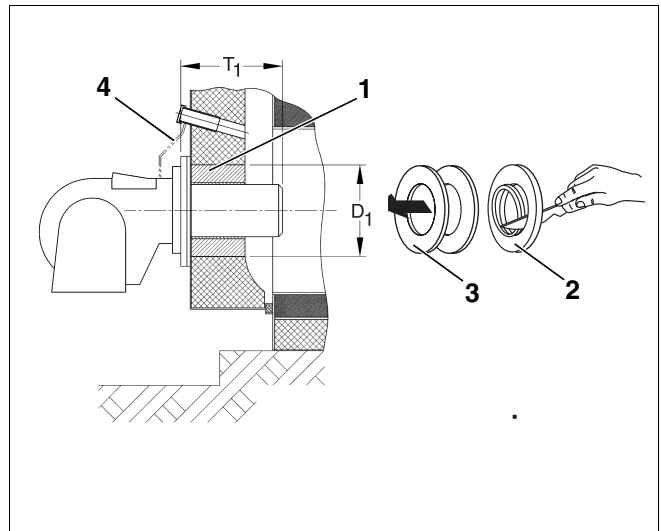

Fig. 3 Montagem do queimador
- A profundidade mínima do tubo do queimador T_1 indicada na tabela deve ser mantida (fig. 3).
- Corte os anéis isolantes fornecidos de acordo com o diâmetro do tubo do queimador (fig. 3, **item 2**).
- Preencha a fenda anular entre o revestimento em alvenaria da porta e o tubo do queimador (fig. 3, **item 1**) com os anéis isolantes adaptados (fig. 3, **item 3**).
- A ligação de sopro da tubuladura do visor de inspecção da porta deve ser ligada à do queimador (fig. 3, **item 4**).